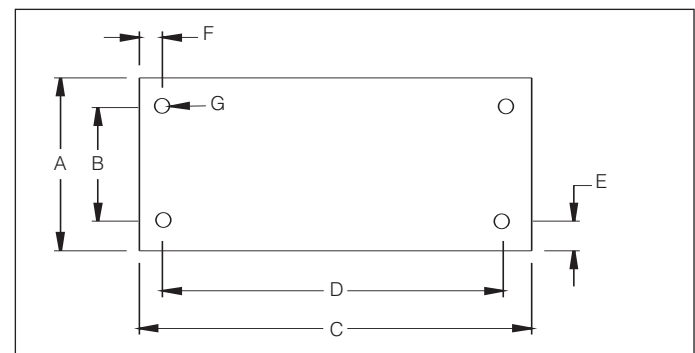

Figuur 2, installatie ZU4 ontlufter
4.1 Ontluchttingsdop reservoir (zie figuur 2)